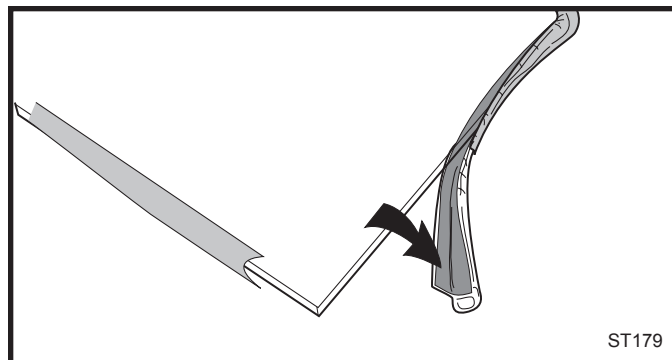

Fig. 78 Enveloppez le matériau d'étanchéité autour du rebord extérieur du panneau vitré.
3. En commençant du côté long de la bordure, détachez la bande protectrice du joint sur une longueur de 152mm (6po), puis appliquez la face adhésive plate de celui-ci autour du rebord faisant face au côté extérieur du panneau vitré. Continuez à étaler le joint à la périphérie du panneau en répétant l'opération précédente, puis en prenant soin de ne pas étirer le matériau d'étanchéité et de ne pas superposer les extrémités du joint. (Fig. 78)